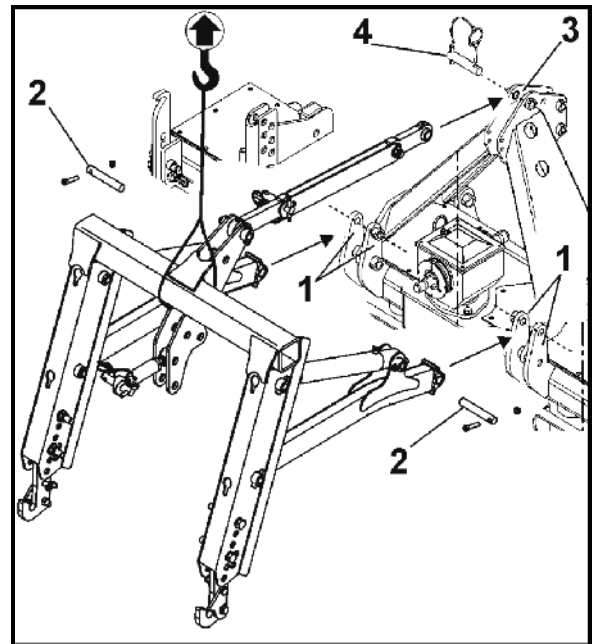

Bild 49
4. För in lyftramen mellan fästplattorna (Bild 49/1) på höger och vänster sida, fäst den med bultar (Bild 49/2) och säkra med skruv och mutter.
5. Fäst toppstangen i den övre kopplingspunkten (Bild 49/3) på markbearbetningsmaskinen med bult (Bild 49/4) och säkra med låssprint.